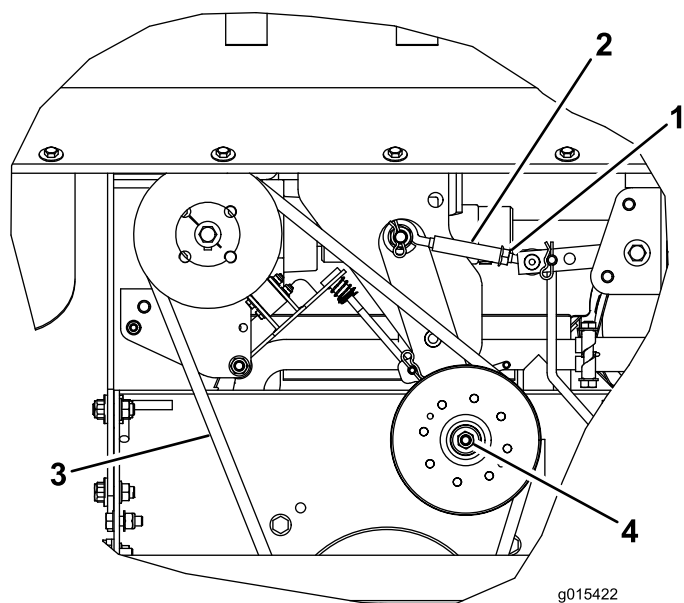

Figura 10
Inspeccione visualmente la correa (**Figura 10**) en busca de suciedad, desgaste, grietas y signos de sobrecalentamiento. Si la correa está excesivamente desgastada o muestra algún signo de daño, sustitúyala.
Nota: La **Figura 10** muestra la correa vista desde abajo, pero la correa puede comprobarse, ajustarse o sustituirse tanto desde la parte superior como desde la inferior tras retirar el protector correspondiente.
La tensión adecuada de la correa del cortacésped es de 4,5 kg de fuerza para desviar la correa 13 mm en el punto medio del tramo más largo (**Figura 10**).
- A. Afloje la contratuerca (**Figura 10**).